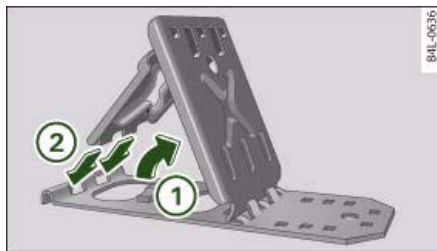

Fig. 223 Desplegar las cuñas desplegadas
Para utilizar las cuñas desplegadas hay que levantar primero la placa de apoyo ⇒ fig. 223 ① y, a continuación, introducir las dos “pestañas” de la placa de seguridad en los taladros rasgados de la placa base ② ⇒ ⚠.